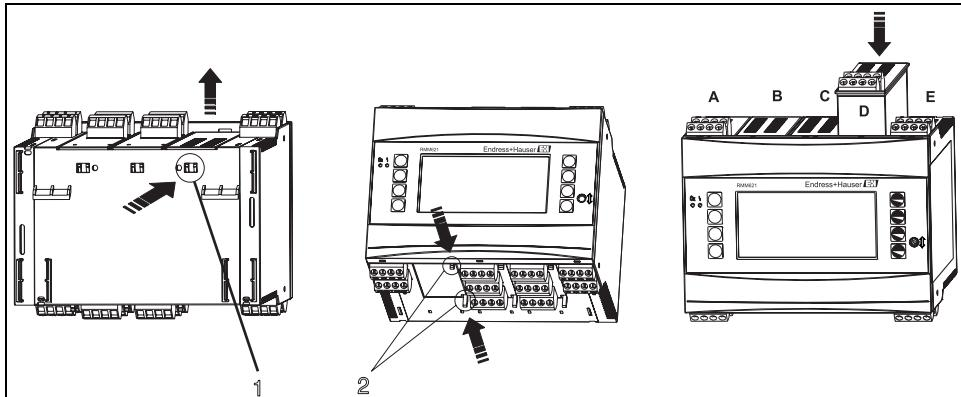

Fig. 4: Inbouw van een uitbreidingskaart (voorbeeld)
U kunt het instrument met verschillende uitbreidingskaarten uitrusten. Hiervoor staan maximaal drie stekplaatsen in het instrument ter beschikking. De stekplaatsen voor de uitbreidingskaarten zijn op het instrument met B, C en D (→ Fig. 4) gemarkeerd.
2. Verwijder de blindplaat uit de betreffende stekplaats (B, C of D) van het basisinstrument, door de borglippen aan de onderzijde van het instrument samen te drukken (z. Fig. 4, pos. 2), en tegelijkertijd de borglip op de achterzijde van de behuizing (bijv. met een schroevendraaier) naar binnen te drukken (z. Fig. 4, pos. 1) en de blindafdekking naar boven toe uit het basisinstrument te trekken.
3. Plaats de uitbreidingskaart van boven af in het basisinstrument. Pas wanneer de borglippen aan de onder- en de achterzijde van het instrument borgen (z. Fig. 4, pos. 1 en 2), is de uitbreidingskaart correct ingebouwd. Let erop, dat de ingangsklemmen van de uitbreidingskaart boven liggen en dat de aansluitklemmen net zoals bij het basisapparaat naar voren wijzen.